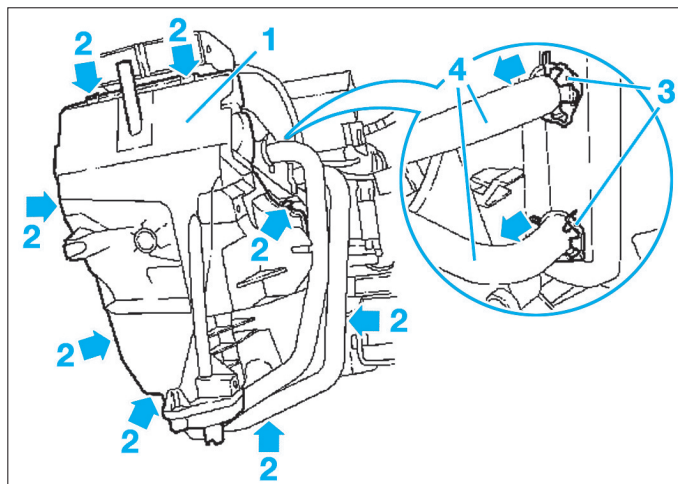

FIG. 9
- le couvercle inférieur (1) du bloc de chauffage en décollant les 8 agrafes (2) (Fig.9),
- les agrafes (3) des canalisations (4) de chauffage et retirer les canalisations,